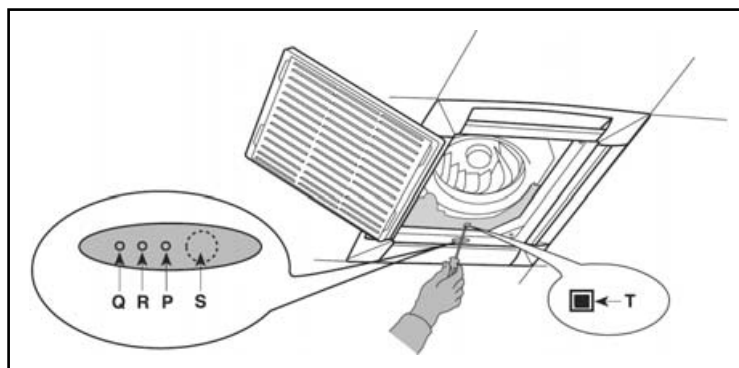

FIGURA 44
O botão de emergência (veja a figura 44) pode ser utilizado no caso de não funcionamento do controle remoto sem fio (baterias descarregadas ou perda do mesmo, por exemplo).
- Ligue a bomba de vácuo e faça o vácuo na bomba (registro 1 fechado - figura 44).